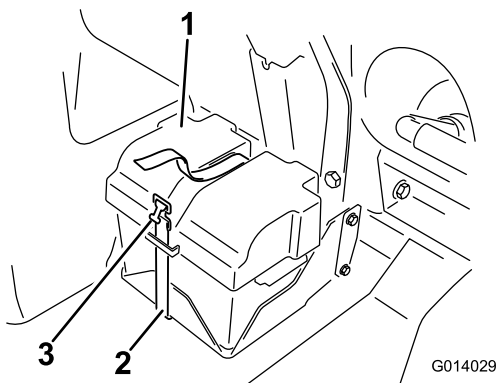

图 82
2. 拆下电池盖从电池电极上断开负极黑色接地线图 82。
4. 安装电池盖使用之前拆下的箍带将盖子箍紧图 82。